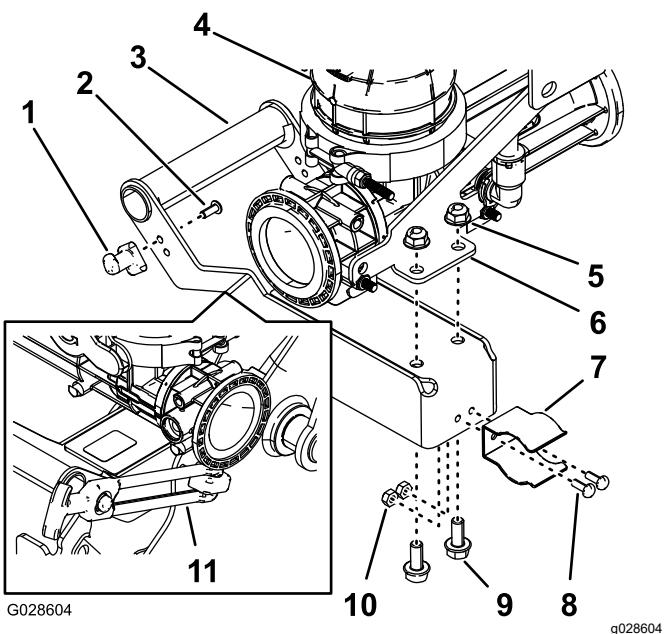

Figura 22
1. Monte el espárrago del cierre en la manija del eyector (Figura 22) usando dos tornillos allen (N.º 10-24 x 1/2").
2. Instale el clip de resorte en el cierre (Figura 22) con los 2 pernos (N.º 10-24 x 1/2") y 2 contratuerca (N.º 10-24).
3. Instale la manija en la chapa de montaje del eyector (Figura 22) con dos pernos con arandela prensada (5/16" x 3/4") y contratuerca con arandela prensada (5/16").